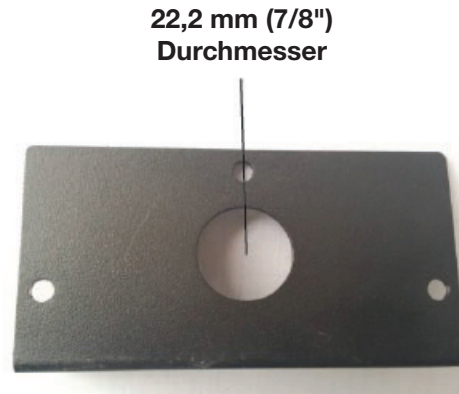

Abb. 2
3. Entnehmen Sie die neue Abdeckplatte (**Abb. 2**) (mitgeliefert). Stanzen Sie die 22,2-mm-Bohrung (7/8\") aus und führen Sie einen Box-Stecker durch den Anschlusskasten. Befestigen Sie die Box-Steckerklemme an den Versorgungskabeln.